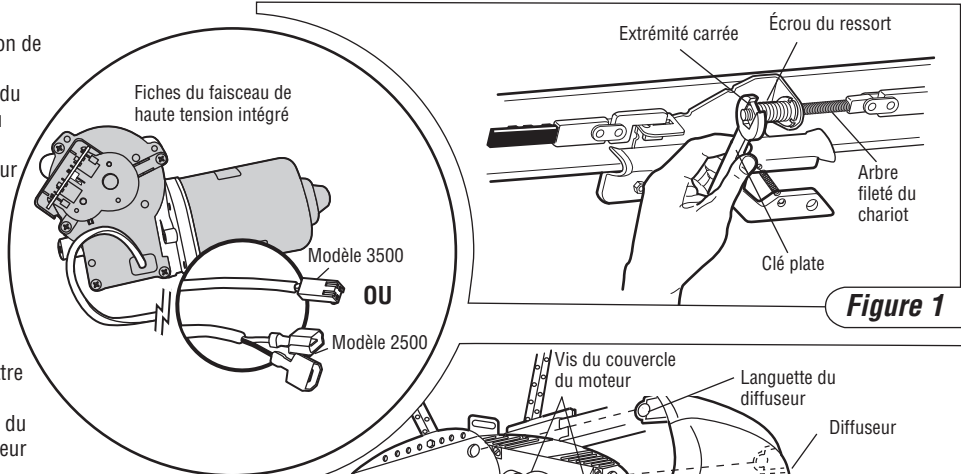

Figure 1
2. Placer une clé plate sur l'extrémité carrée de l'écrou du ressort, desserrer l'écrou pour éliminer la tension du ressort (Figure 1).